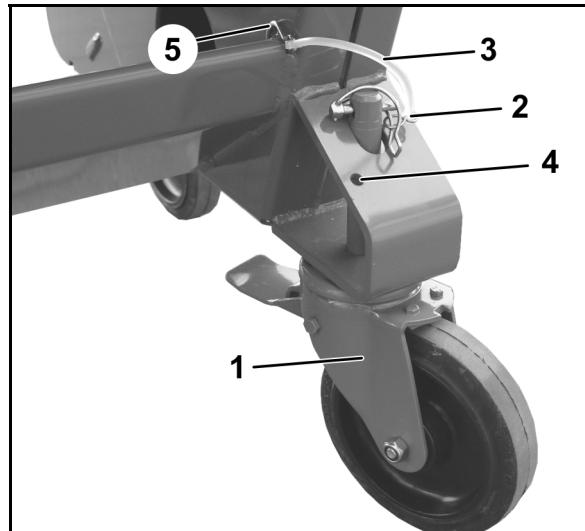
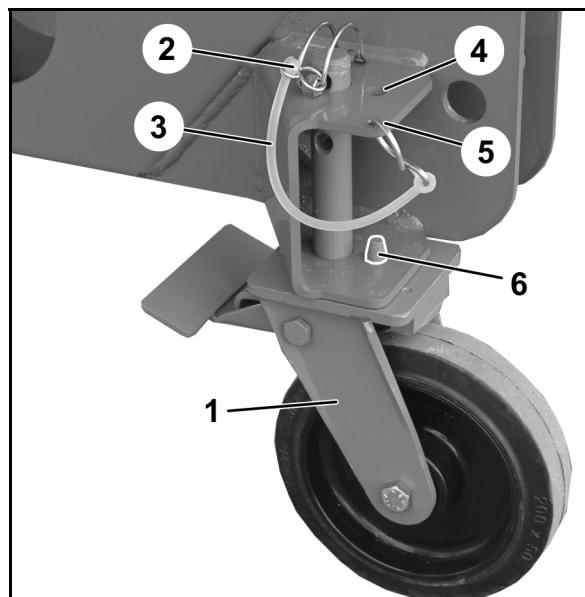

図 9
図 10
- リンチピンを安全ベルト(図9/3、図10/3)で機械(図9/5、図10/5)に固定します。
5. 前側の可動ホイール(図9/1)、後側の固定ローラー(図10/1)は
- 取り付け、リンチピン(図9/2、図10/2)で固定します。あるいは
搬送用ホイールを使用しない場合、リンチピンをパーキング位置(図9/4、図10/4)で固定します。
固定ローラーの取り付け時には、ピン(図 10/6)がフレームの穴に入り、ローラーを縦方向で保持するようにしてください。